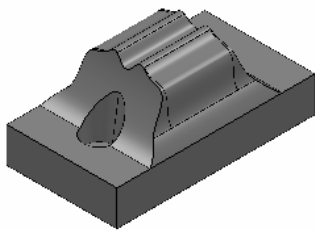

图 2-232 打开范例文件
2) 选择下拉菜单中的“文件”→“范例”命令，弹出“打开范例”对话框，选择“touying.dgk” (“随书光盘: \第 2 章\exercise20\uncompleted\touying.dgk”) 文件，单击“打开”按钮即可，如图 2-232 所示。